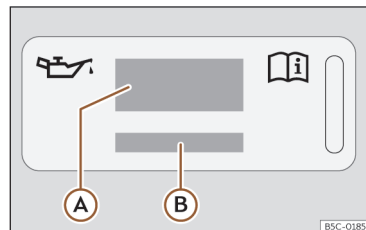

Fig. 198 Dans le compartiment moteur : étiquette d'huile moteur
Légende de la >>> **fig. 198** :
Si vous devez ajouter de l'huile moteur, utilisez l'une des huiles indiquées sur l'étiquette >>> **fig. 198**. L'étiquette avec la norme prescrite se trouve sur l'avant du compartiment
- En cas d'absence de l'étiquette avec la spécification de l'huile moteur >>> **fig. 198**, contactez un atelier spécialisé.